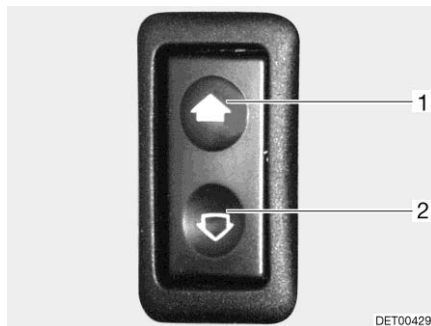

Bild 32 Reglage för elmanövrerad fönsterhiss
- Öppna: ■ Tryck nedtill på kontakten (Bild 32,2).
- Stänga: ■ Tryck upptill på kontakten (Bild 32,1).